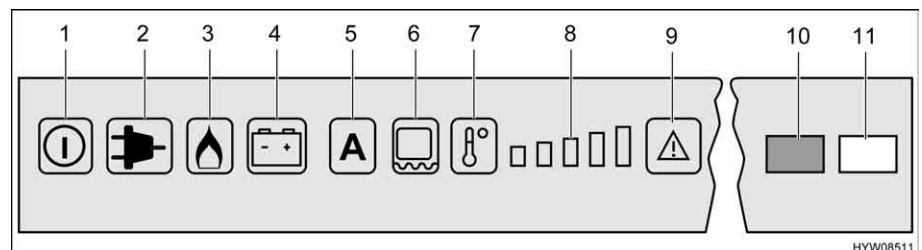

Bild 229 Reglage, knappar för kylskåpet (Dometic RMD)
När väljaren står på "AES", **ingen** 230 V-försörjning är ansluten och fordonsmotorn är **avstängd**, väljer AES gasdrift. När gasdriften väljs öppnas tändsäkringens automatiskt så att gas kan strömma till brännaren. Samtidigt tillkopplas den elektroniska tändaren. Om gaslågan skulle slockna, t. ex. på grund av att det blåser, aktiveras tändaren direkt igen och tänder gasen. Vid en störning under gasdrift blinkar ljusknapparna "Gas" (Bild 229,3) respektive "Störning" (Bild 229,9). Kontrollampen "Störning" (Bild 229,10) tänds och ett akustiskt larm ljuder i 20 sekunder.
När kylskåpet sätts på väljs automatiskt en termostatinställning i mittläge. Denna inställning kan ändras manuellt med knappen temperaturnivåval (Bild 229,7). Kontrollamporna (Bild 229,8) visar den valda termostatinställningen. Med hjälp av knappen temperaturnivåval ställs kyltemperaturen in för alla tre energikällorna. Det tar alltid några timmar innan man har en normal drifttemperatur i kylskåpet. Om en omkoppling sker till ett andra driftläge förändras termostatinställningen inte. Kyltemperaturen bibehålls oberoende av den valda energikällan.
- Koppla in ramvärmern under 2 timmar: Tryck på knappen (Bild 229,6) en gång. En stapel i temperaturnivåvisningen (Bild 229,8) tänds.
- Koppla in ramvärmern under 5 timmar: Tryck på knappen (Bild 229,6) två gånger. Två staplar i temperaturnivåvisningen (Bild 229,8) tänds.
- Ställa in ramvärmern på kontinuerlig drift: Tryck på knappen (Bild 229,6) tre gånger. Tre staplar i temperaturnivåvisningen (Bild 229,8) tänds.
Temperaturnivåvisningen (Bild 229,8) visar under några sekunder ramvärmerns driftslängd.
Vid höga utetemperaturer och hög luftfuktighet kan det bildas vattendroppar på metallramen. Därför har kylskåpet ramvärme för frysfacket. Slå på ramvärmern med knappen (Bild 229,6) vid höga temperaturer och hög luftfuktighet. Detta förhindrar korrosion. När ramvärmern är påslagen tänds ljuslampan (Bild 229,6).
- Tryck på på/av-knappen (Bild 229,1) i cirka 2 sekunder. Kylskåpet slår på sig, den senast inställda energisorten eller "AES" indikeras.
- Ställ in kyltemperaturen med knappen temperaturnivåval (Bild 229,7). Kontrolllamporna (Bild 229,8) visar den valda termostatinställningen.
- Tryck på på/av-knappen (Bild 229,1) i cirka 2 sekunder. Kylskåpet slår från, inga indikatorer lyser längre.